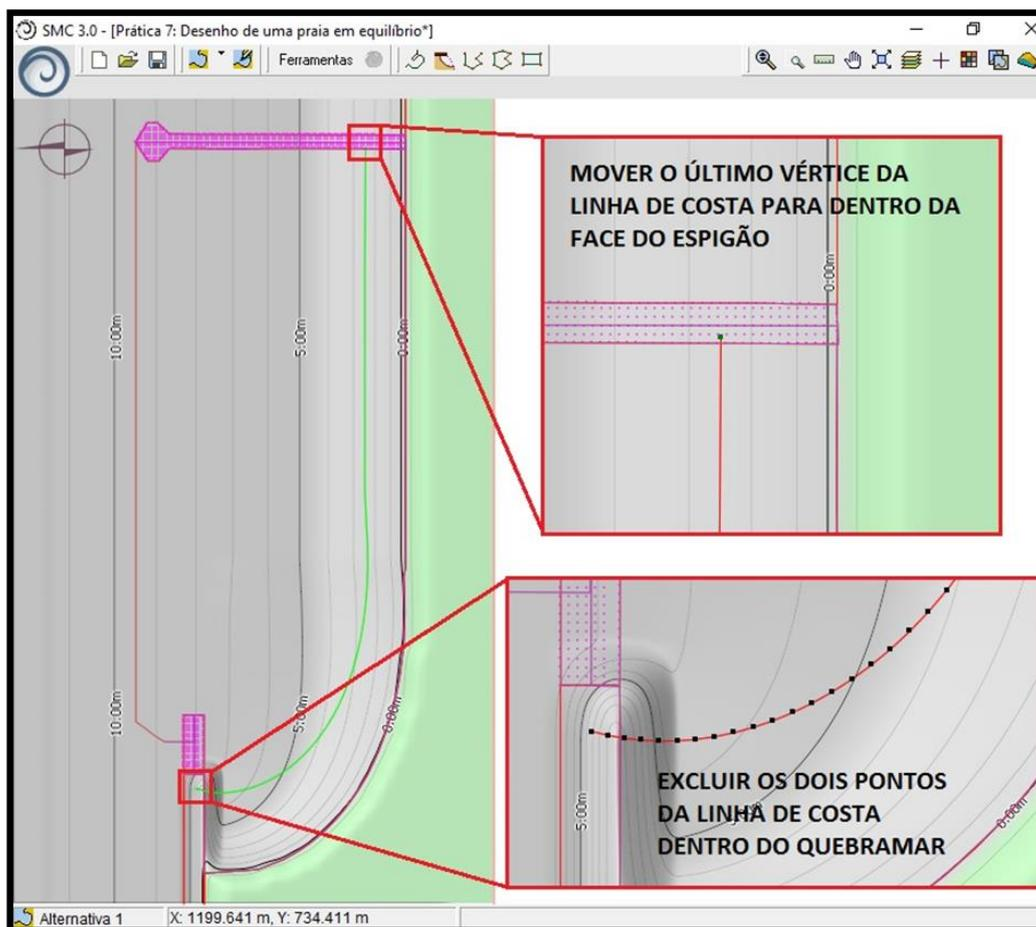

Figura 20 – Linha de costa e modificações a serem feitas.
- 70)** É possível observar uma linha azul clara que está associada à linha de costa da praia em equilíbrio. Abaixo dela é encontrado a linha de costa da praia (costa 3) em verde (Figura 20). Para poder visualizá-la desativa-se momentaneamente a opção “Praias em equilíbrio” através do ícone “Mostra/oculta camadas” () na barra de ferramentas. Ao selecionar essa ferramenta, clicar uma vez com o botão esquerdo do *mouse* sobre “Praias em equilíbrio” para assim desativar momentaneamente a camada que contém a praia em equilíbrio no projeto. Lembrando que nesse processo não se perde as informações que foram desativadas;
- 73)** Em seguida, excluir os dois últimos pontos extremos da costa dentro do polígono do quebramar clicando duas vezes com o botão esquerdo do *mouse* sobre eles. Esses pontos estarão localizados dentro do quebramar e devem ser removidos (Figura 20);
Na Figura 20 é encontrado de forma destacada os pontos a serem excluídos e o vértice a ser movido para dentro da face do espigão. Em roxo estão o quebramar que